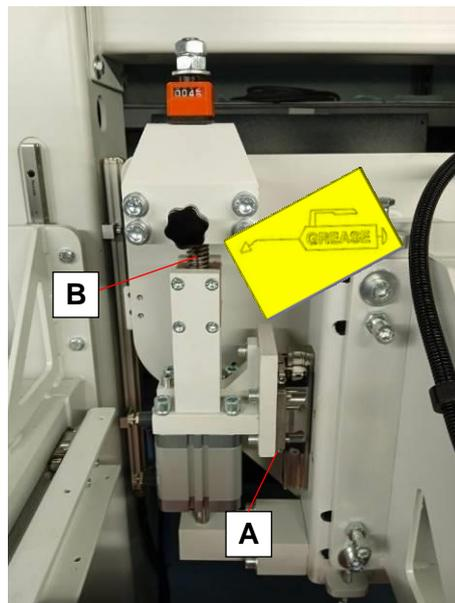

Abb. 6.6.10.1
Fetten Sie die Linearführungsschienen (A) und die Stellschraube (B) regelmäßig gemäß Tabelle 6.6.5.1 für die mikrometrische Einstellung in der vertikalen Achse jedes Werkzeugs. An den Kugelumlaufagern befindet sich ein Schmiernippel, durch den mit einer Fettpumpe Schmierfett gepumpt werden kann (Abb. 6.6.10.1).